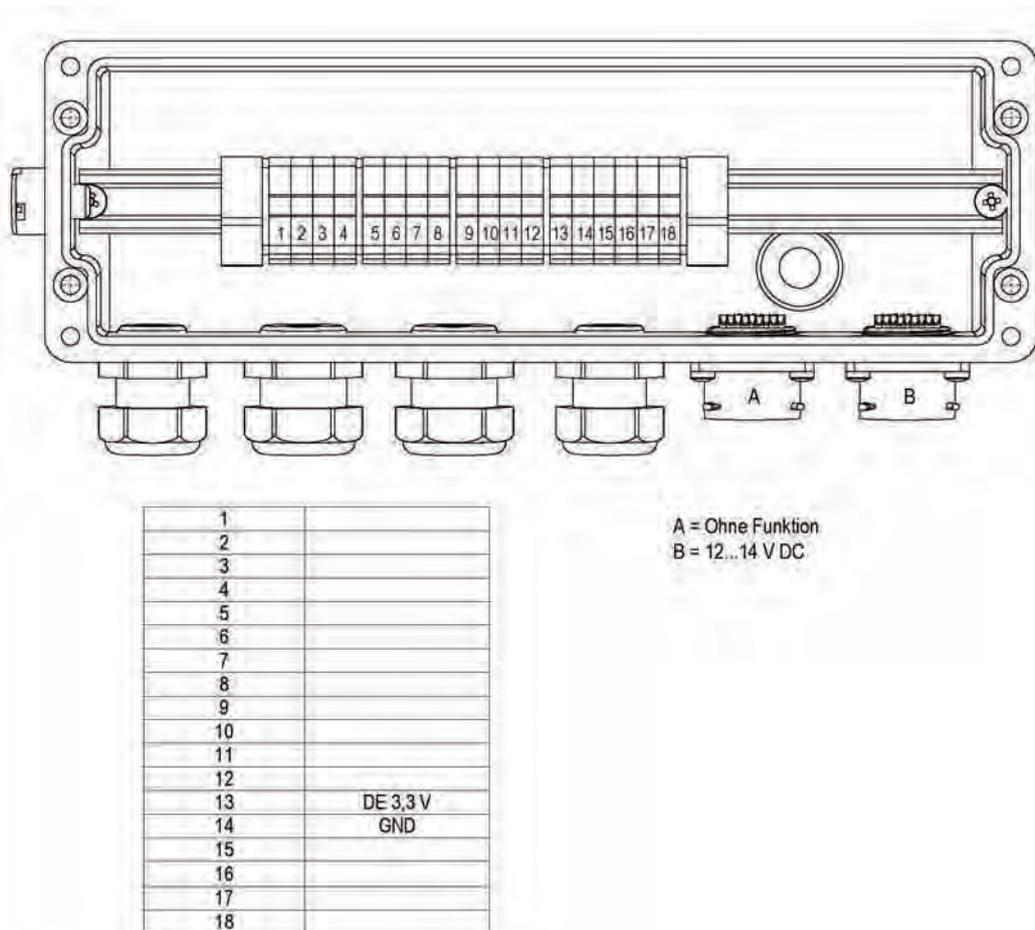

Abb. 26-2 Klemmenbelegung Connectorbox
4. Sensoren in der Connectorbox gemäß Klemmenbelegungsplan (Abb. 26-2) anschließen.